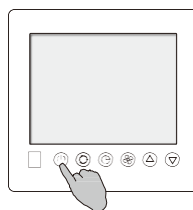

Рис. 7
4. Натисніть кнопку ввімкнення та вимкнення, щоб вийти зі стану зчитування № 17, після чого натисніть кнопку ввімкнення та вимкнення, щоб вийти зі стану встановлення параметрів користувача (див. рис. 7).